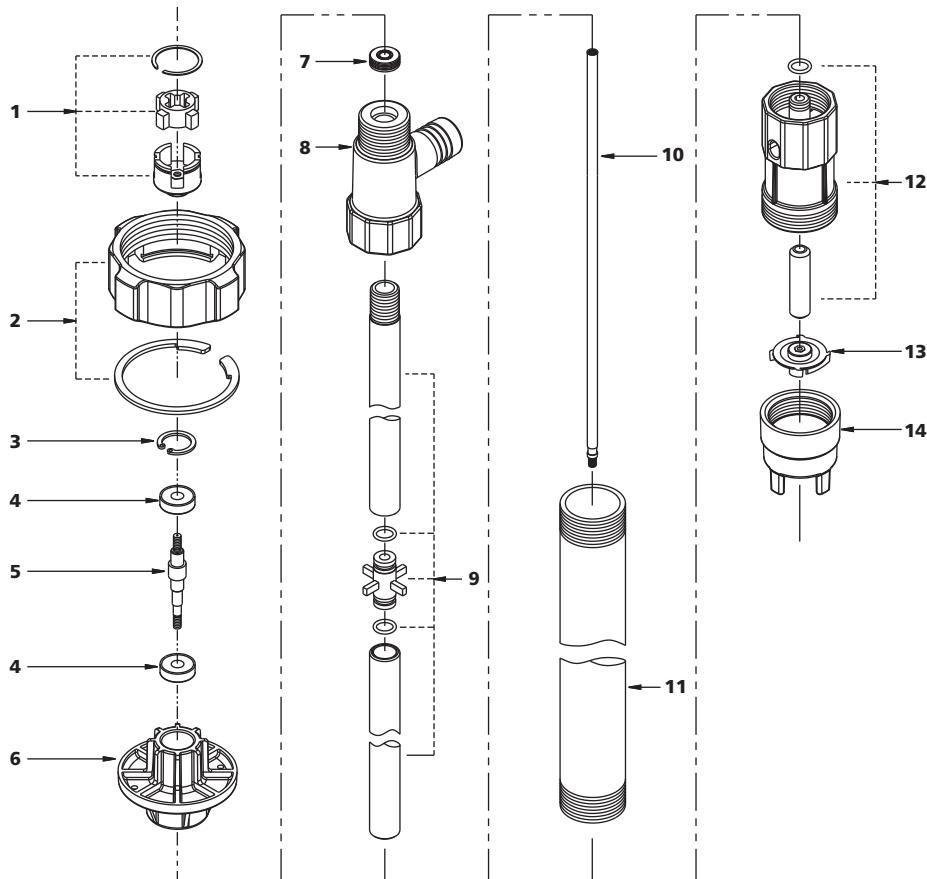

Figura 3 - Ilustración de reparación de piezas para 5UWF3, 5UWF4 y 5UWF6
1. Desmonte la carcasa del impulsor (figura 3, 4, ref # 14) y (figura 3, 4, ref # 13) el impulsor desatornillando
2. Desmonte la cámara de conversión (figura 3, 4, ref # 12) y la tubería exterior (figura 3, 4, ref # 11) desatornillando.
3. Desmontar el conjunto de la tubería interior (figura 3, 4, ref # 9)
4. Retire el eje del conjunto de la tubería interior desatornillando (figura 3, 4, ref # 10).
6. Gire el eje del cojinete (figura 3, 4, ref # 5) a la izquierda insertando el destornillador a través de la ranura de conjunto de la unidad de acoplamiento (figura 3, 4, ref # 1), mientras sujetas la ranura.
7. Desmonte la carcasa del puerto de descarga (figura 3, 4, ref # 8) desatornillando.
8. Saque el anillo de montaje (figura 3, 4, ref # 2).
9. Mueva el anillo de montaje de la carcasa de los cojinetes (figura 3, 4, ref # 6)
1. Mueva el cojinete (figura 3, 4, ref # 4) en el eje del cojinete (figura 3, 4, ref # 5) y, a continuación monte el eje del cojinete y el cojinete en la carcasa del cojinete.
2. Monte el anillo de montaje (figura 3, 4, ref # 2) en la carcasa del cojinete.
4. Mientras tenga posicionado el sello (figura 3, 4, ref # 7) correctamente
en el eje del cojinete, monte la carcasa del puerto de descarga (figura 3, 4, ref # 8) en la carcasa del cojinete.
6. Mueva el conjunto de la tubería interior (figura 3, 4, ref # 9) hacia el eje y móntelo en la carcasa del puerto de descarga (figura 3, 4, Ref # 8) atornillándolo.
8. Monte la tubería exterior (figura 3, 4, ref # 11) en la carcasa del puerto de descarga y monte la cámara de conversión (Figura 3, 4, ref # 12) en la tubería exterior atornillándola.
9. Mientras sujetel el eje, monte el impulsor (figura 3, 4, Ref. # 13) y luego monte la carcasa del impulsor (figura 3, 4, ref # 14) en la cámara de conversión atornillándola.